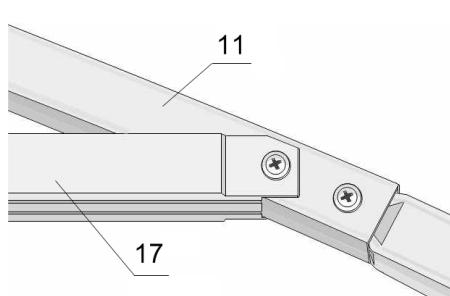

Рис. 13
3.9.3. К дугам удлинения № 11 присоедините стяжку № 17 (см. рис. 13).